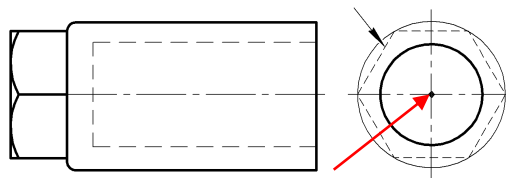

Рис. 2.14
**Ваш ответ:** Мышью указать центр многоугольника (рис. 2.14).